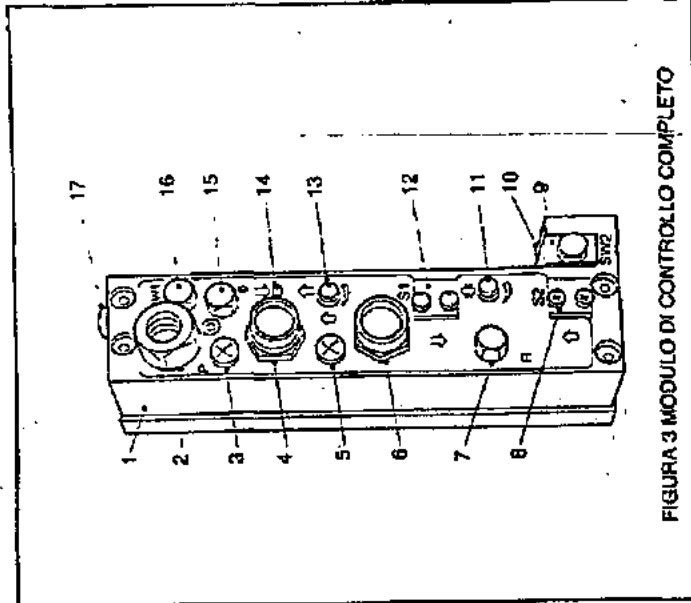

FIGURA 3 MODULO DI CONTROLLO COMPLETO
**MODULO DI CONTROLLO (FIGURA 3)**
Per ottenere l'avanzamento e la ritrazione operativi richiesti registrare i particolari 11/13/14 (figura 3).